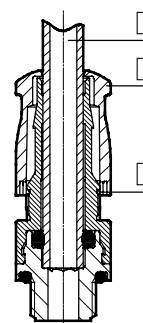

Figure 2
- 3) Enfoncez le tuyau en plastique [6] dans la douille ouverte [4], la pince de serrage et le joint du tuyau jusqu'au collier du tuyau (→ Fig. 2).